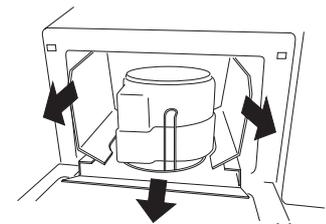
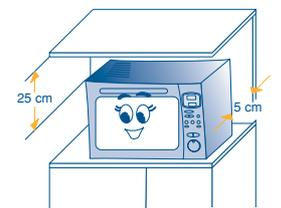

Abb. 8
Abb. 9
- Ziehen Sie das Ganze heraus, indem Sie an der Packung ziehen und achten Sie dabei darauf, dass die Senkrechtwände korrekt heraustreten (Abb.8).
- Entnehmen Sie auch den Drehteller (I) und seine Schutzhülle. Überprüfen Sie, dass der Drehstift (D) korrekt an seinem Sitz in der Mitte des Drehteller eingefügt ist.
- 6) **Nachdem Sie das Gerät auf der Arbeitsfläche aufgestellt haben, vergewissern Sie sich, daß zwischen den Geräteflächen und den Seitenwänden sowie der Rückseite ein Freiraum von etwa 5 cm und über dem Mikrowellengerät ein Freiraum von mindestens 25 cm verbleibt (Abb. 9).**